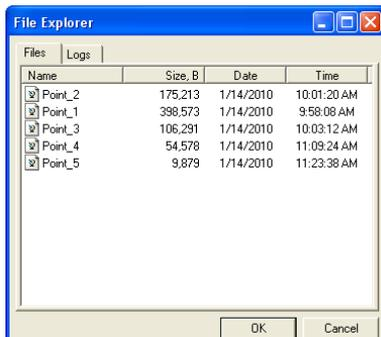

Рис. 5-1. Окно File Explorer
*File Explorer*, в котором отображаются все файлы сырых данных (Рис. 5-1).